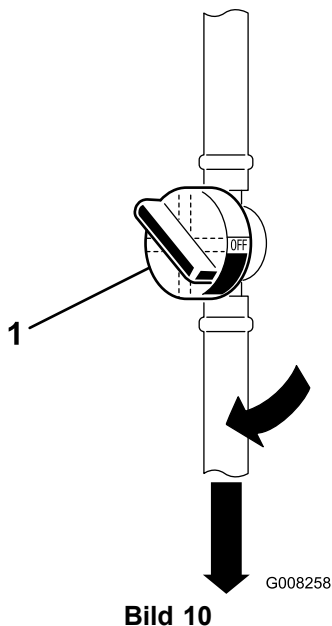

Bild 10
1. Öffnen Sie den Kraftstoffhahn der sich zwischen dem Kraftstofftank und dem Motor befindet (Bild 10).